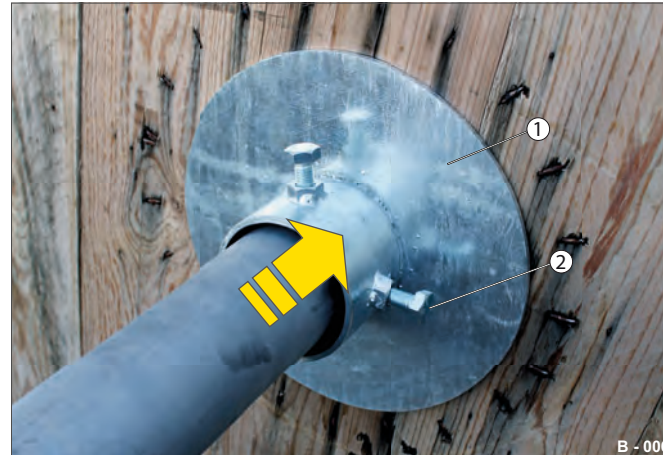

Abb. 8 Transportwelle fixieren
► Schieben Sie den Flansch (Abb. 8/1) rechts und links auf die Transportwelle.
► Schrauben Sie die Schrauben (Abb. 8/2) fest - gleichmäßig anziehen.